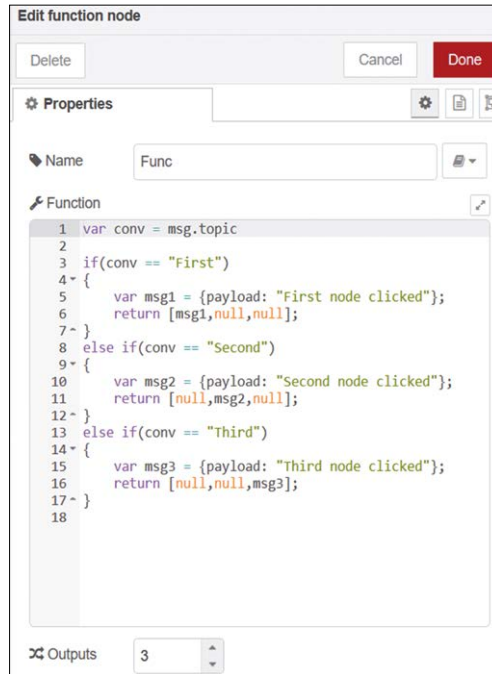

Figure 4.33 Création d'un nœud de fonction
- Créer un **fonction** noeud nommé **Func**, définissez ses Sorties sur 3 et entrez- Code à l'intérieur de la fonction (voir figure 4.33). Notez que dans une instruction impliquée- plusieurs **si** Les déclarations, il pourrait être plus lisible d'utiliser un **commutateur** . Cliquez maintenant sur **Terminé** :